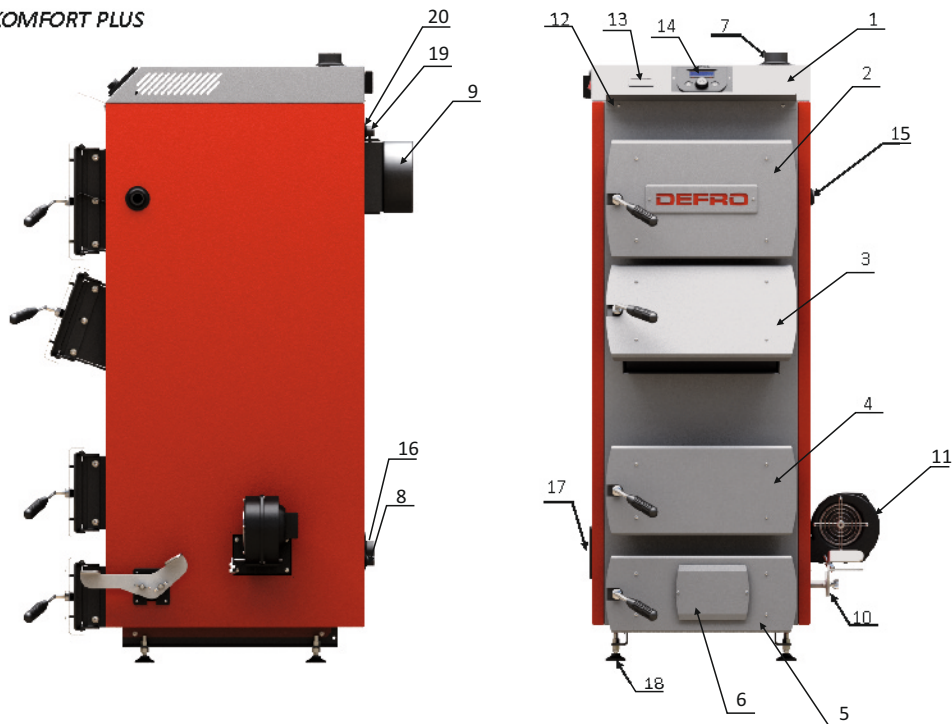

Рис.4. Основные элементы котлов типа NOWA OPTIMA KOMFORT PLUS с оснащением:
| Рис.4. Основные элементы котлов типа NOWA OPTIMA KOMFORT PLUS с оснащением                    |
- 1) подключить питательный патрубок (рис. 4 поз. 6) к системе в предназначенном для этого месте,
- 2) подключить туда же возвратный патрубок (рис. 4 поз. 7),
- 3) подключить прилагаемое устройство управления с вентилятором к корпусу котла (рис. 4 поз. 12, 13),